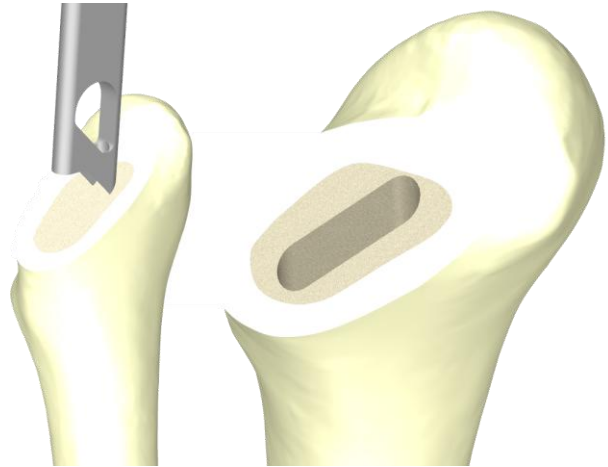

Abbildung 4: Eröffnung des Markraums mit Hohlraummeißel
- Der Markraum wird mit dem Hohlraummeißel eröffnet (Abbildung 4).